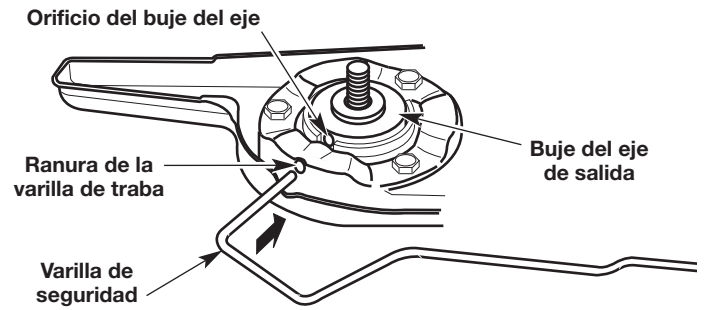
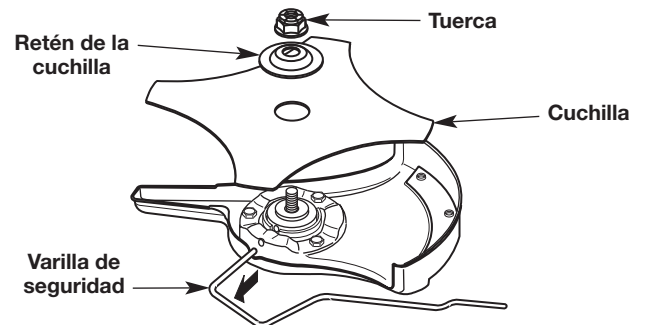

Fig. 9
Fig. 11
1. Rote la cuchilla (Fig. 11) hasta que el orificio del casquillo del eje se alinee con la ranura de la varilla de seguridad (Fig. 9).
2. Inserte la varilla de seguridad a través de la ranura de la varilla de seguridad y dentro del orificio del casquillo del eje (Fig. 9).
5. Quite la varilla de seguridad (Fig. 11).
6. Retire la retención de la cuchilla y la cuchilla (Fig. 11).
1. Rote el casquillo del eje de salida hasta que el orificio del casquillo del eje se alinee con la ranura de la varilla de seguridad (Fig. 9).
2. Rote el cabezal de corte (Fig. 14) hasta que el orificio del casquillo del eje se alinee con la ranura de la varilla de seguridad (Fig. 9).
3. Inserte la varilla de seguridad a través de la ranura de la varilla de seguridad y dentro del orificio del casquillo del eje (Fig. 9).